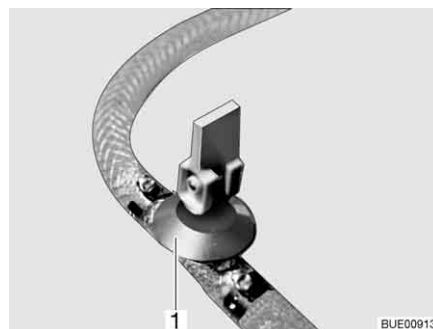

Bild 179 Ablasshahn
- Ablasshahn/Ablasshähne schließen. Dazu den Kipphebel (Bild 179,1) waagrecht stellen.
- Ablasshahn/Ablasshähne (Bild 179) öffnen. Dazu den Kippschalter (Bild 179,1) senkrecht stellen. Der Boiler wird nach außen entleert.